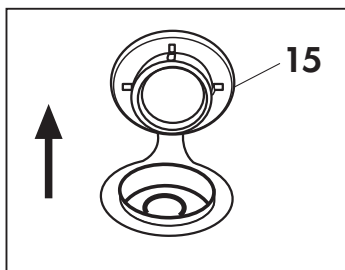

Fig. 8
Introdurre acqua di rubinetto o detersivi non schiumosi nell'apposito serbatoio sollevando il tappo (15) (**Fig. 8**)